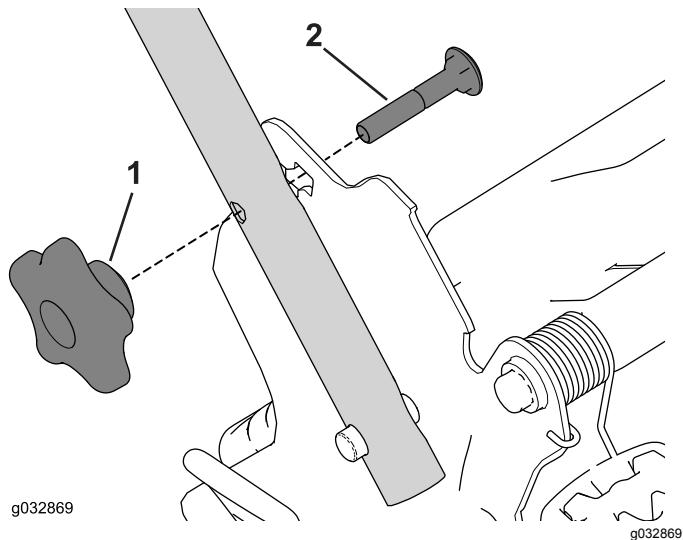

Figura 27
- Retire y guarde los 2 pomos del manillar y los 2 pernos de cuello cuadrado de los soportes del manillar (Figura 27).